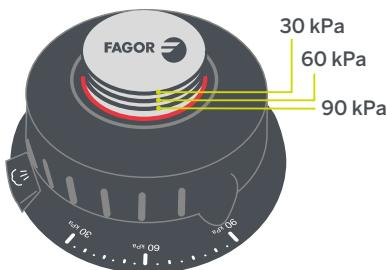

Fig. 7
Soupape de régulation de la pression (3) (modèles Dual Xpress). Stabilise la pression à l'intérieur de l'autocuiseur selon le niveau de pression sélectionné. En tournant le régulateur de pression (15) dans le sens inverse des aiguilles d'une montre (Fig. 7), vous pourrez augmenter progressivement la pression de cuisson : cuisson traditionnelle (30 kPa), cuisson rapide (60 kPa) et super rapide (90 kPa).